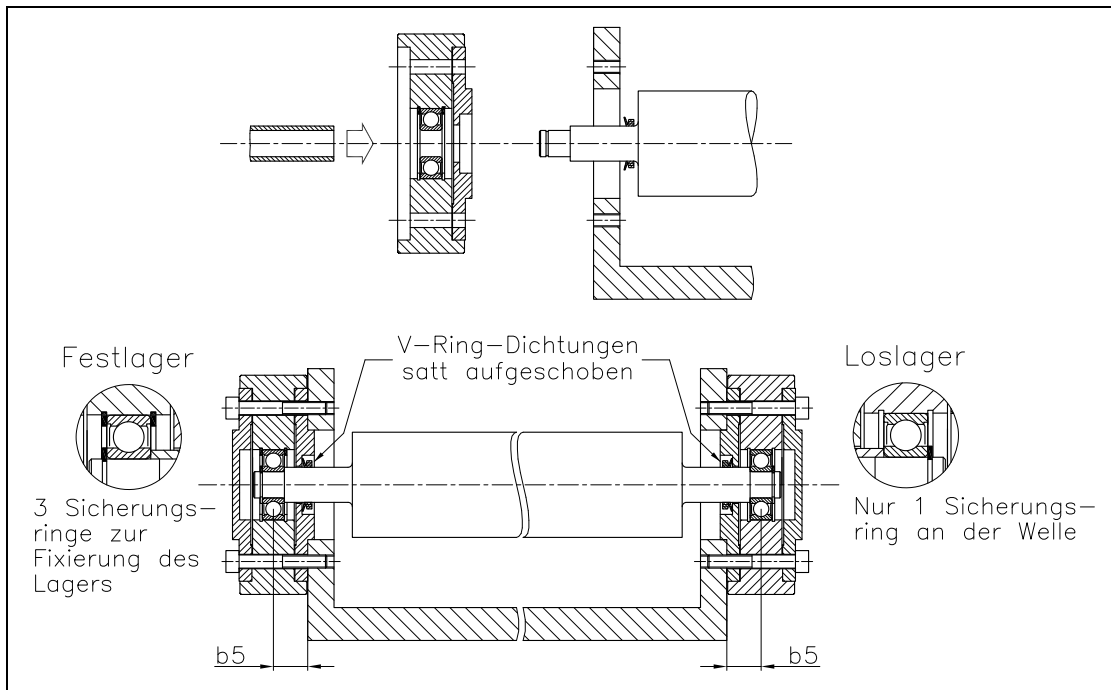

Bild 5: Montagefolge bei Ausseneinbau
Die Montage erfolgt üblicherweise in Festlager-Loslager-Anordnung: Die Welle ist im Festlager gegen axiales Verschieben gesichert (**Bild 5, links**); im Loslager können durch Wärmedehnung oder Toleranzen verursachte Längendifferenzen aufgenommen werden (**Bild 5, rechts**).
- Die beiden V-Ring-Dichtungen auf die Messwalze schieben; Richtung der Dichtlippen beachten (**Bild 5, oben**)
- Messwalze in den Maschinenrahmen einsetzen und abstützen (**Bild 5, oben**)
- Wälzlager und Kraftmesslager auf die Welle aufpressen. Die Montagekraft darf nur am Innenring des Wälzlagers angreifen (**Bild 5, oben**). Dazu weiches
- Kraftmesslager nach rotem Punkt ausrichten und in die Zentrierbohrung setzen. Kraftmesslager am Maschinenrahmen anschrauben mit 4 Befestigungsschrauben (**Bild 5**).
- Wälzlager und Kraftmesslager ein wenig auf die Welle aufpressen. Die Montagekraft darf nur am Innenring des Wälzlagers angreifen (**Bild 5, oben**). Dazu weiches Rohrstück verwenden.
- Kraftmesslager nach rotem Punkt ausrichten und in die Zentrierbohrung setzen (**Bild 5, unten**)
- Wälzlager vollständig auf die Welle aufpressen. Die Montagekraft darf nur am Innenring des Wälzlagers angreifen (**Bild 5, oben**). Dazu weiches Rohrstück verwenden. Anschliessend Wälzlager auf der Welle fixieren mit Sicherungsring.
- Kraftmesslager am Maschinenrahmen anschrauben mit 4 Befestigungsschrauben (**Bild 5, unten**). Kontrolle, ob die Walze frei drehen kann.